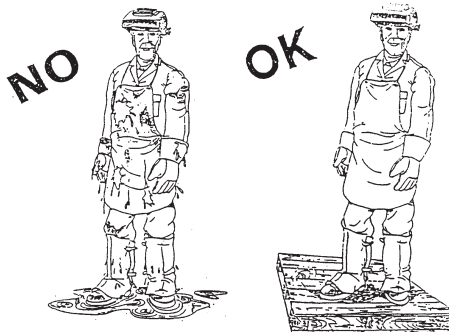

Fig.7
- rinforzando la protezione individuale, l'isolamento dal suolo e dal pezzo da saldare dell'operatore (Fig. 7)